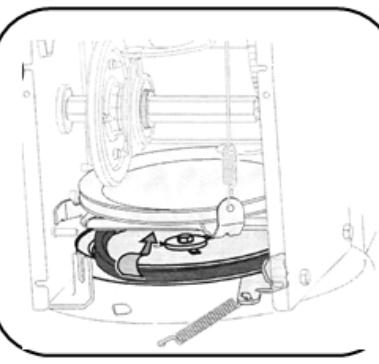

Рисунок 23
4. Приводной ремень снять со шкива между фрикционным колесом и фрикционным диском (см. Рисунок 23).